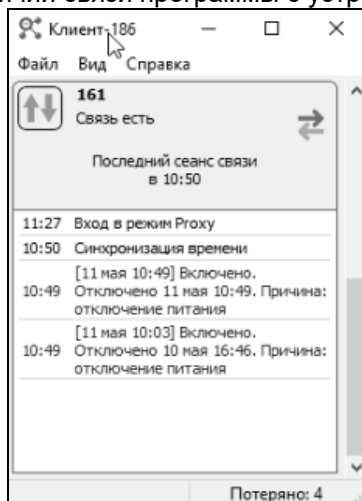

Рисунок 11
3.3 Выгрузка информации о наливах и событиях происходит автоматически при наличии связи программы с устройством (рисунок 11).